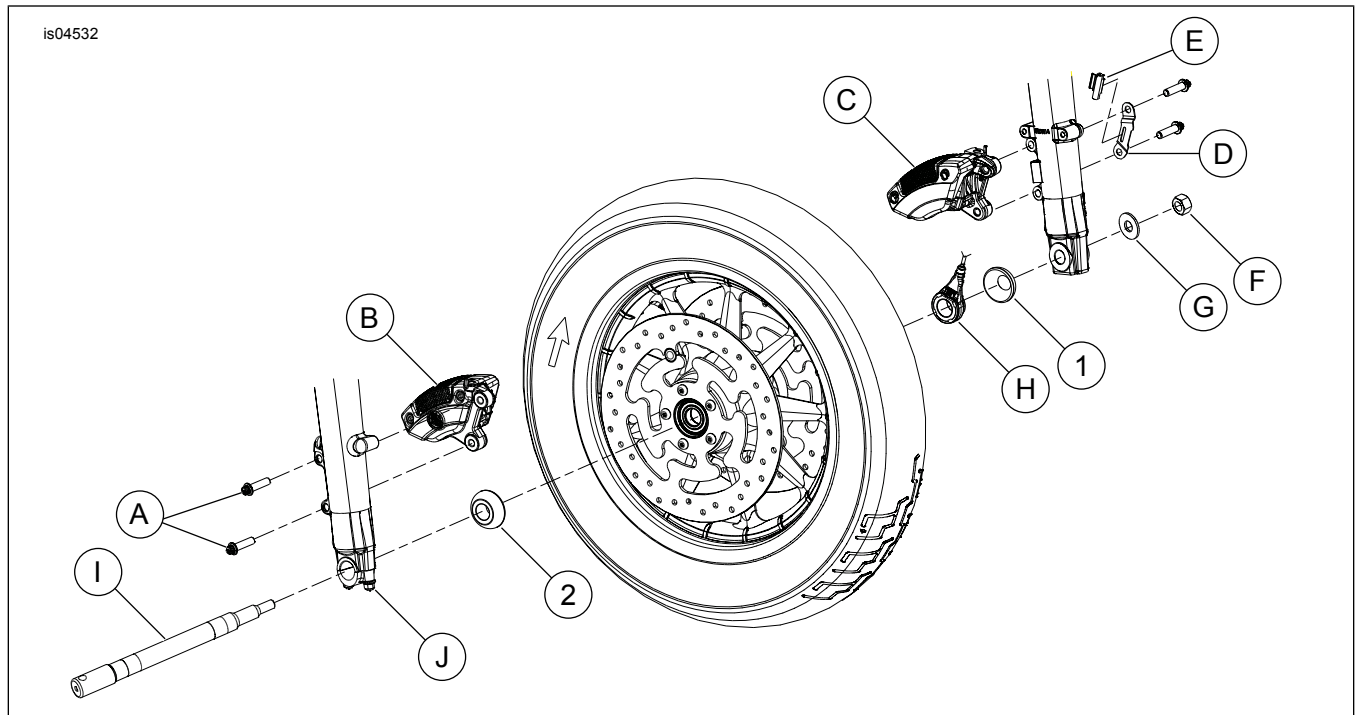

Abbildung 4. Ersatzteile: Vorderrad-Distanzscheibensatz, verchromt
Siehe Abbildung 4 und Tabelle 1.
4. Die obere und untere Befestigungsschraube (2) aus den Ösen des linken Vorderradgabelbeins entfernen, um die Baugruppe Bremssattel, Sensorkabelhalterung (D) und Clip (E) zu lösen (siehe Abbildung 4).
7. Siehe Abbildung 4 und Tabelle 1. Einen Schraubendreher oder eine Stahlstange durch die Bohrung in der Achse an der rechten Fahrzeugseite führen. Die Achse fixieren und die Achsmutter (F) und die flache Unterlegscheibe (G) auf der linken Seite entfernen.
8. Die beiden Muttern des Achshalters (J) an der Unterseite des rechten Gabelbeins lockern.